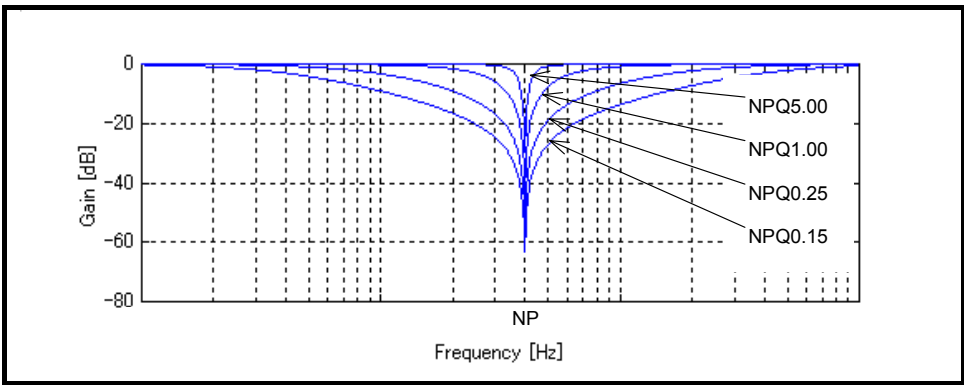

图 8-12: 陷波滤波器的特性
- 在「图 8-12: 陷波滤波器的特征」中显示了根据不同陷波滤波器的参数 NPQ • NSQ: 陷波滤波器 Q 参数 陷波滤波器的特性变化。